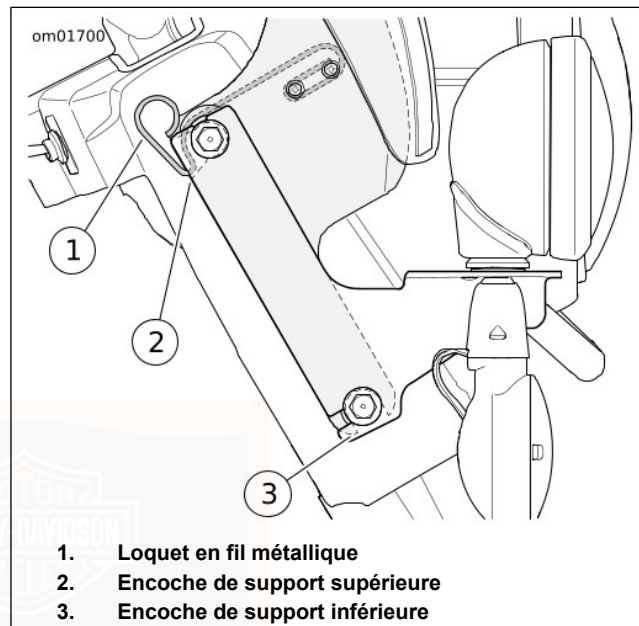

Figure 46. Pare-brise : FLHR/FLHRC
1. Voir Figure 46. Soulever les ressorts de loquet en fil métallique des deux côtés du support du pare-brise.
1. Voir Figure 46. Installer fermement le bas du support du pare-brise pour engager les œillets inférieurs.